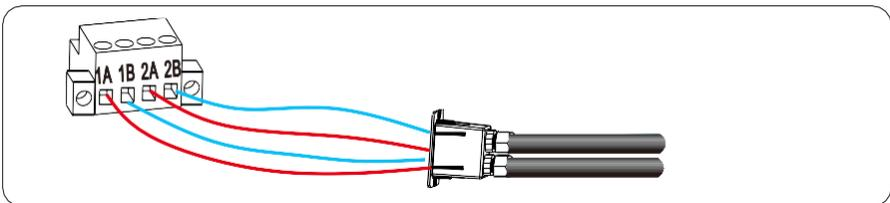

Figura 5.19 Conexión de un bloque de terminales RS485
Paso 4 Conecte los cables de señal positivo y negativo del diferencial RS485 del registrador de datos a los terminales 1A y 1B del inversor, y conecte los terminales 2A y 2B a los terminales 1A y 1B de otro inversor. Figura 5.19.